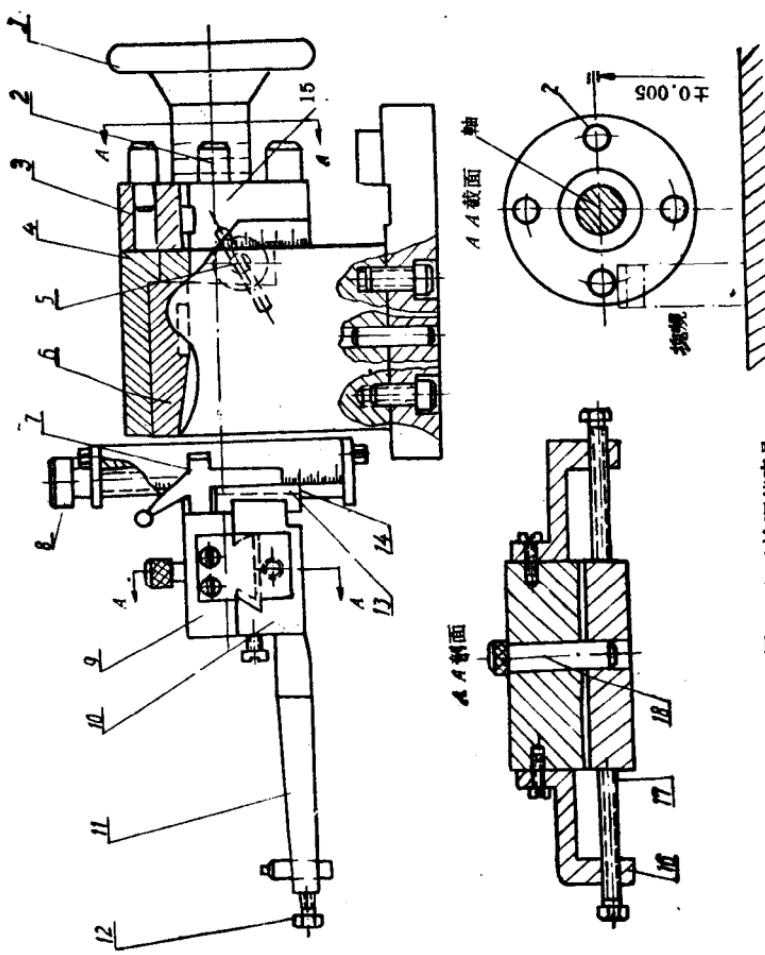

图 7 打砂箱万能夹具
3) 打砂輪万能夹具它也有既能修整圆弧也能修整角度的打砂輪万能夹具，如图7。夹具主要由体座4、回轉主軸15、分度盤3、直滑板14、横滑板9和金剛石支架座10組成。直滑板、分度盤与主軸連結成一体。主軸借手輪1 搖擺可以任意回轉修整圆弧。分度盤上刻有游标刻度用来控制角度，同时还装有互相垂直的四个精密圆柱可以利用三角正弦的道理垫块規控制精密的角度（四个圆柱比二个圆柱好，因为在大于 45° 角时采用两个圆柱的角度誤差大，而采用四个圆柱的不管任何角度都可以化成 45° 以下角度的正弦关系来計算块規尺碼，故角度誤差小）。此外，精密圆柱还可以在調整金剛石位置时，控制直滑板呈垂直位置，以及修整圆弧时作为回轉角度的碰头装置。